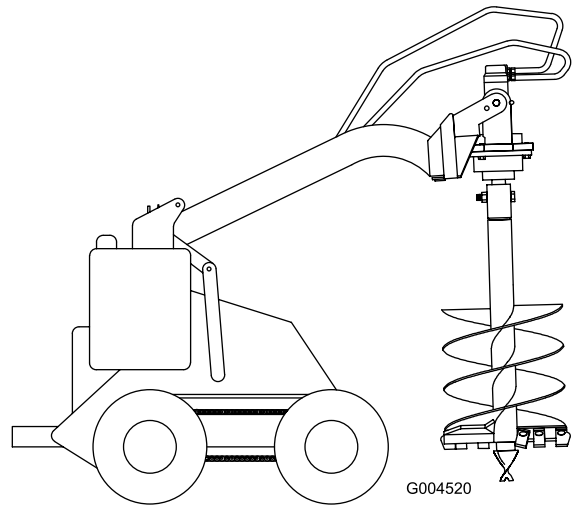

Figura 9
13. Sollevate la trivella fino a quando non si stacca da terra (Figura 9).
14. Quando la trivella è verticale, inclinate la piastra di fissaggio all'indietro, fino a quando la testata motrice non la tocca, per stabilizzare la trivella ed evitare che oscilli liberamente (Figura 9).
- Sollevare la trivella, allontanandola dal suolo e portandola in posizione verticale (Figura 9).